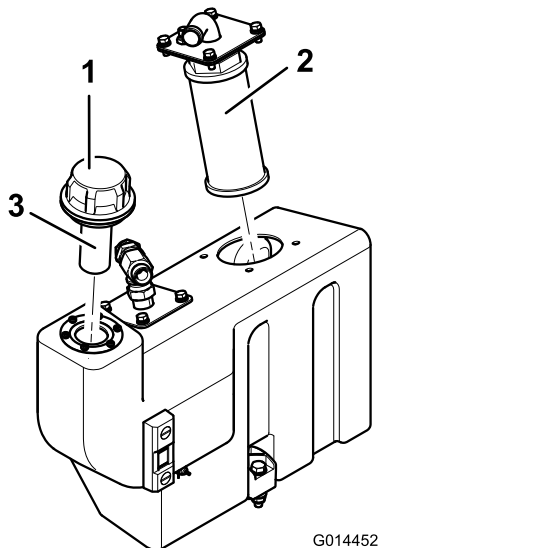

Bild 75
1. Nehmen Sie den Saugflansch des Ölbehälters ab, um an das Saugsieb zu gelangen (Bild 75).
2. Schrauben Sie das Sieb ab, nehmen Sie es heraus und reinigen Sie es mit Paraffin oder Petroleum, bevor Sie es wieder einsetzen (Bild 75).